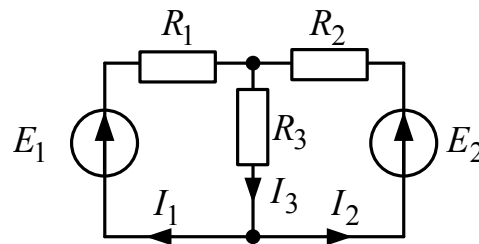

Рис. 1.4
3. На рис. 1.4 изображена исследуемая цепь без измерительных приборов и ключей. Записать для нее необходимое число взаимно независимых уравнений по законам Кирхгофа.
6. Поясните принцип взаимности применительно к цепи рис. 1.4 и выведите формулы для аналитической его проверки (доказать тождество выражений для двух токов).